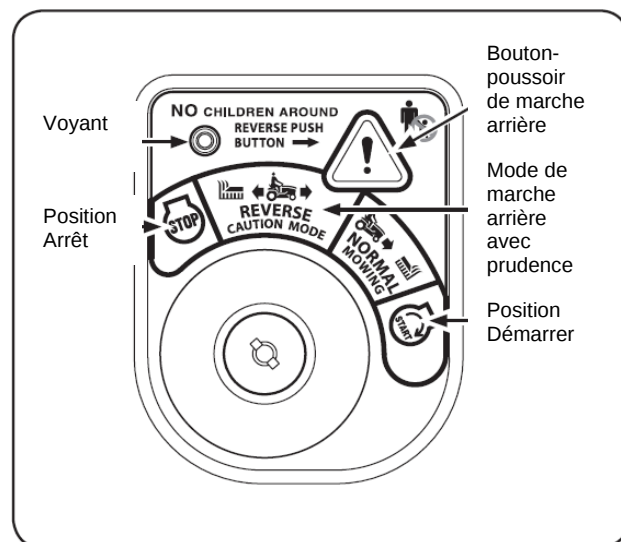

Figure 5-1
Consultez la Fig. 5-1.
dans le coin supérieur droit du module du commutateur d'allumage. Le voyant rouge dans le coin supérieur gauche du module du commutateur d'allumage sera allumé (ON) une fois le bouton activé. Consultez la Fig. 5-1.